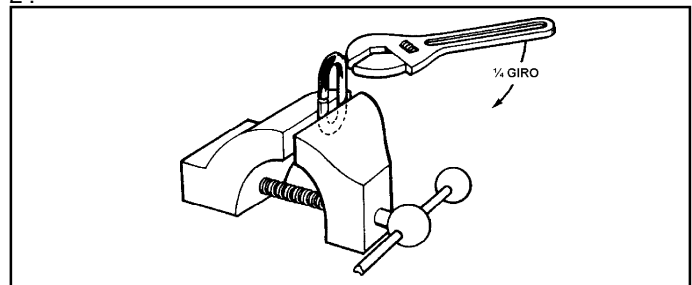

Figura 2-2.
b. Ubique la llave en la parte superior del eslabón, ajuste las mordazas. Luego, gire el eslabón hasta abrirlo lo suficiente para insertar los extremos de la cadena que se enlazarán. Ver Figura 2-2.